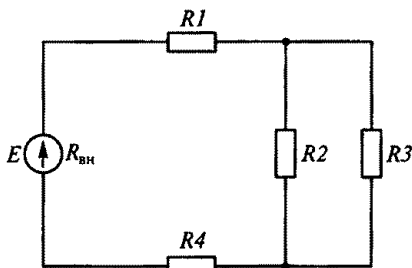

Рис. 14
1.28. Какое соединение резисторов $R1...R4$ представлено на рис. 14?